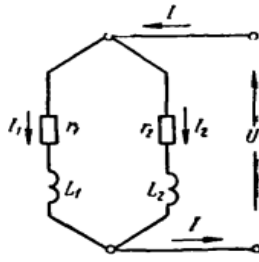

Рис. 11. Схема електричного ланцюга
14. Для ланцюга, що показаної на рис.11, дано: $r_1 = 4$ Ом; $L_1 = 0.01$ Гн; $r_2 = 3$ Ом; $L_2 = 0.02$ Гн. Напруга мережі 127 В, частота 50 Гц. Визначити струм у гілках ланцюга і на загальній ділянці.